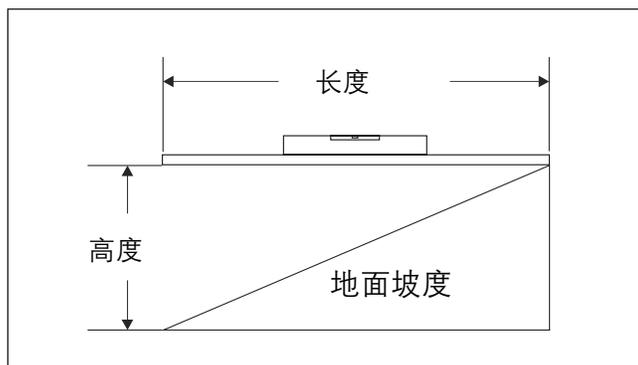

图 8.6 – 坡度百分比计算
2. 握住下倾的一端，抬起 2 x 4 直尺，直至水准仪指示直板处于水平状态(请参见图 8.6)。